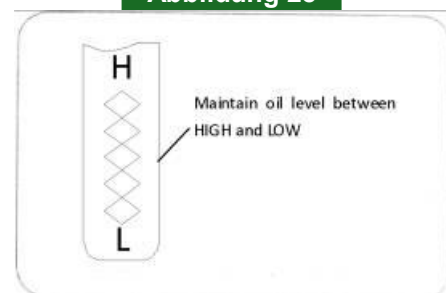

Abbildung 29
4. Schrauben Sie den Öleinfülldeckel vom Öleinfüllstutzen ab und nehmen Sie ihn ab. Beachten Sie den Ölstand. Wenn der Ölstand am Messstab unter der Markierung „**LOW**“ liegt, füllen Sie langsam Öl nach, um den Stand „**HIGH**“ zu erreichen, siehe Abbildung 29.